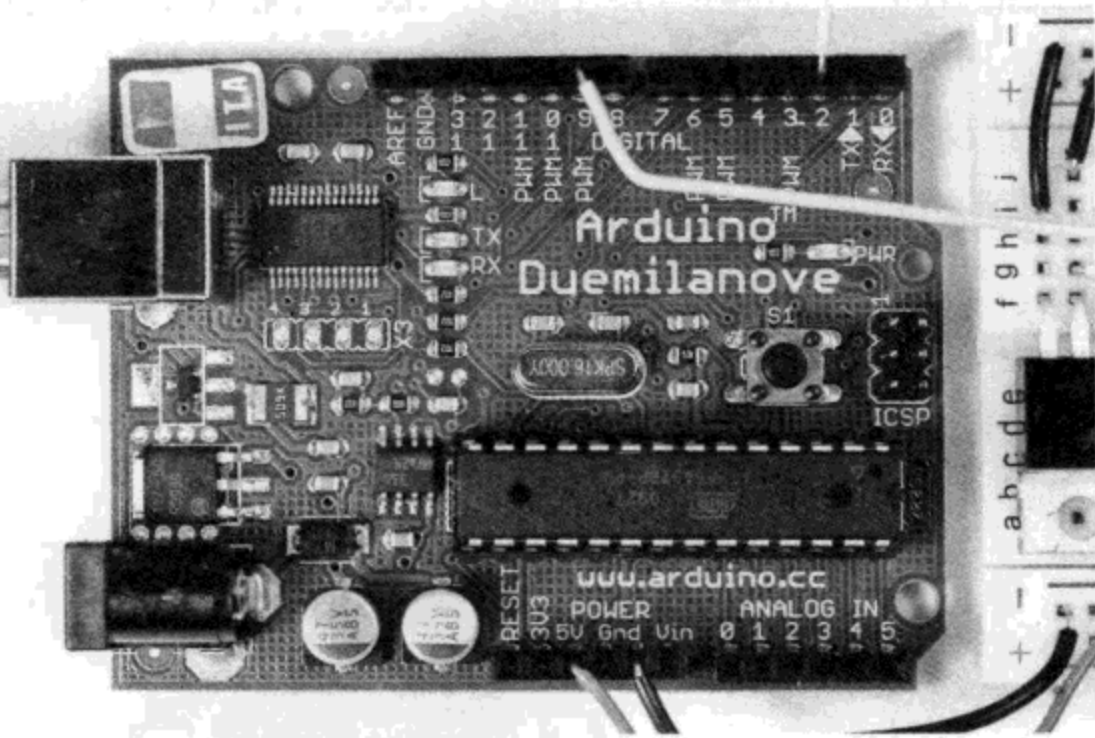

图6.29 给Arduino供电
- (1) 用跳线将 Arduino 的 5 V 电源及地接到面包板一侧的电源及地上（图 6.29）。